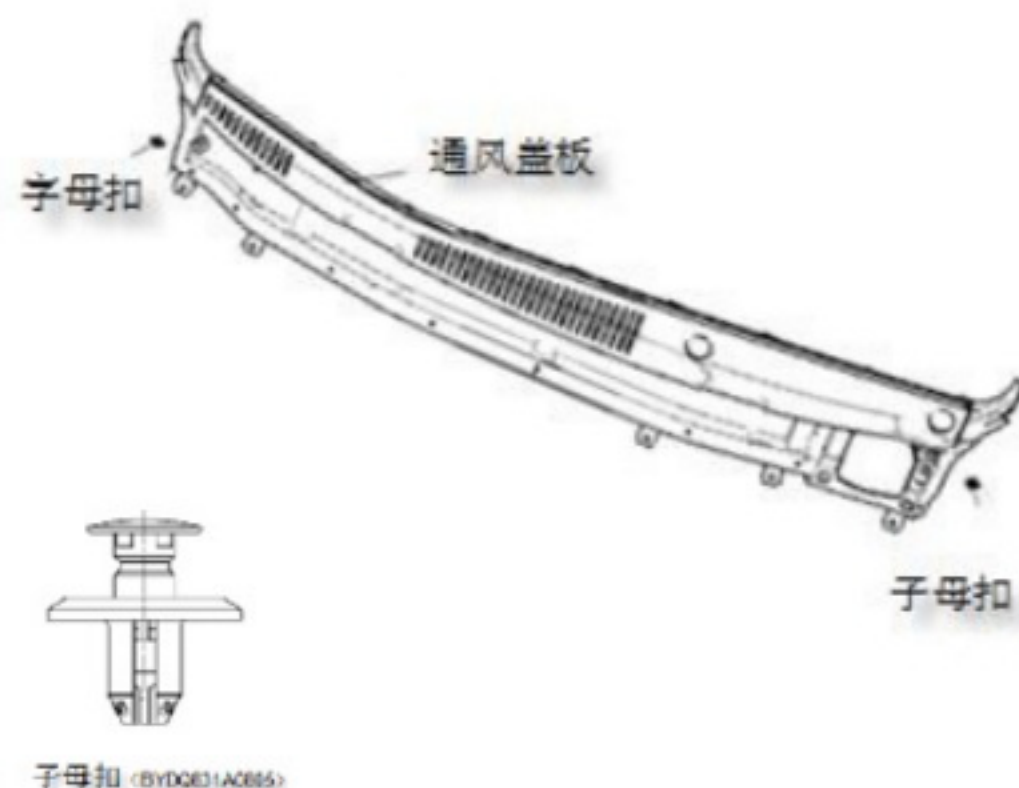

图 2-21
(1) 打开前舱盖，卸下前挡风玻璃雨刮器臂，将左右铰链盖连接通风盖板组件的卡脚拆卸松；
(2) 用一字起将左右两侧 2 个子母扣拆除，如图 2-21 所示；